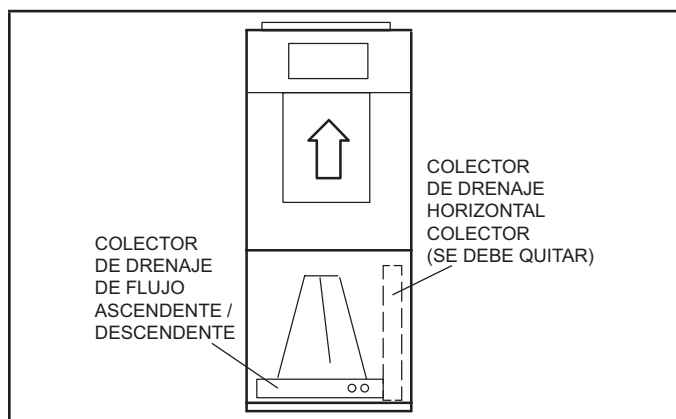

Figura 3. Configuración de flujo ascendente
- Después de quitar el colector de drenaje horizontal, coloque la unidad en el lugar deseado. Coloque la unidad de modo que quede nivelada. Conecte los plenos de aire de retorno y suministro con tornillos para láminas de metal como se muestra en la Figura 3.